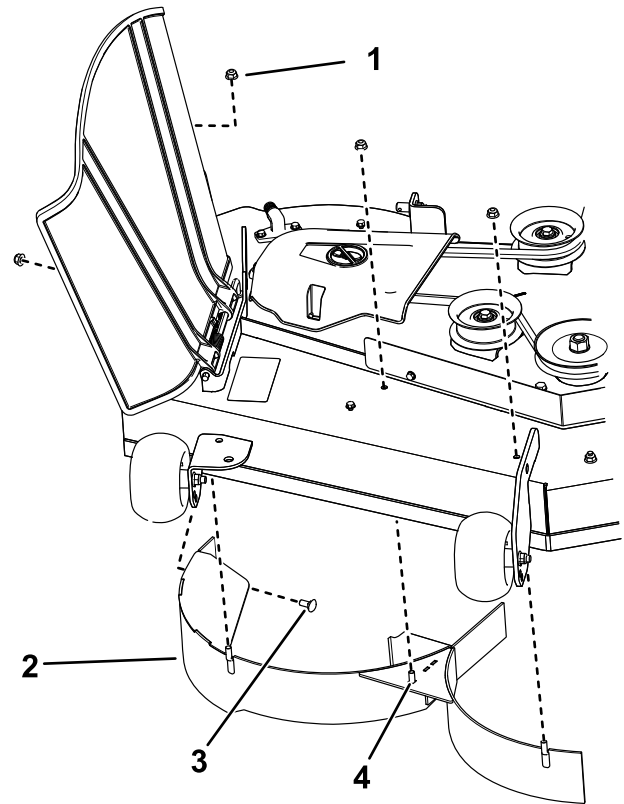

Bild 13
4. Entfernen Sie die drei Sicherungsmuttern (5/16") von den geschweißten Pfosten des rechten Ablenkblechs (Bild 13).
5. Entfernen Sie die beiden Schlossschrauben und Sicherungsmuttern, die das rechte Ablenkblech am Mähwerk befestigen, und entfernen Sie das Ablenkblech (Bild 13)
6. Suchen Sie die drei Schrauben in den losen Teilen und setzen Sie diese Befestigungen mit den vorhandenen Sicherungsmuttern in die Löcher für die geschweißten Pfosten ein (Bild 13), um das Herausschleudern von Rückständen zu vermeiden.